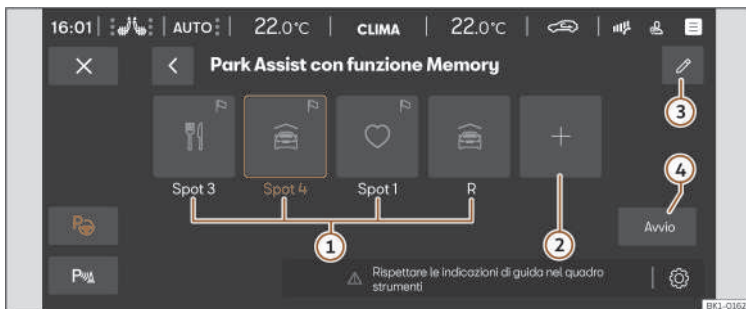

Fig. 133 Rappresentazione schematica: menu del sistema di parcheggio con funzione memoria.
4. Selezionare il tasto di funzione, assegnare il simbolo desiderato (>>> **fig. 133 ①**) e confermare.
1. Premere >>> **fig. 133** ③.
2. Se necessario, premere l'icona del parcheggio disponibile nel menu del sistema di parcheggio >>> **fig. 133** ①. Il tasto di funzione sarà di colore blu.
3. Premere il tasto **Avvia** >>> **fig. 133** ④.